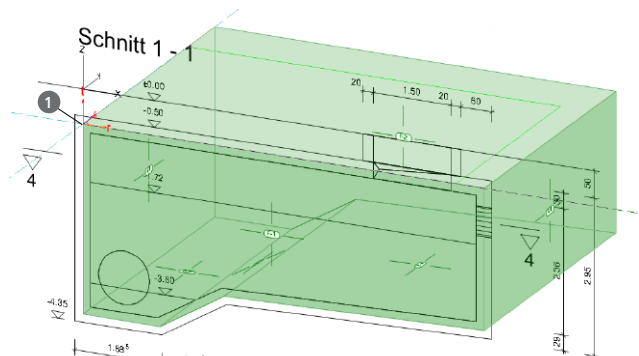

Bild 8. Eingabe der Decke als Rechteck
- Platzieren der Arbeitsebene auf das Niveau Oberkante der Wände (Bild 8, 1).